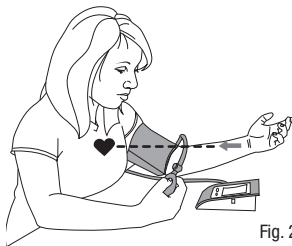

Fig. 2
3. El codo debe descansar en una superficie sólida, con la palma de la mano hacia arriba. Eleve el brazo de manera tal que el brazalete y el corazón se encuentren alineados, Fig. 2. Relaje su mano izquierda.